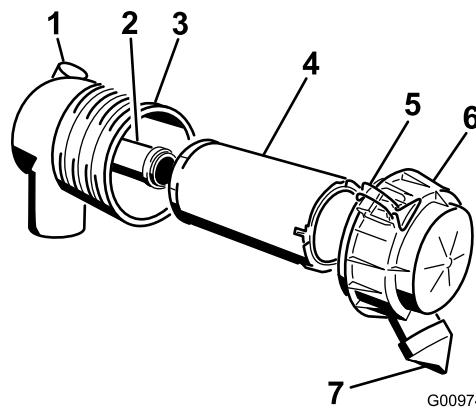

図 61
4. 安全フィルタを交換する場合には、十分に注意しながら、新しいフィルタをボディに挿入する図 61。
6. 上下方向を確認、UPと書いてある方を上に向けてエアクリーナカバーを正しく取り付け、ラッチを掛ける図 61。